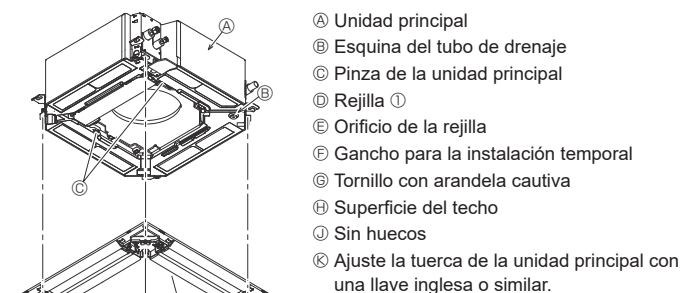

Fig. 9-6
9.4.2. Instalación provisional de la rejilla (Fig. 9-6)
- Sujete la rejilla a la unidad principal apretando los tornillos preinstalados. (Fig. 9-6)
Compruebe que no haya ningún hueco entre la unidad principal y la rejilla, ni entre la rejilla y la superficie del techo. (Fig. 9-6)